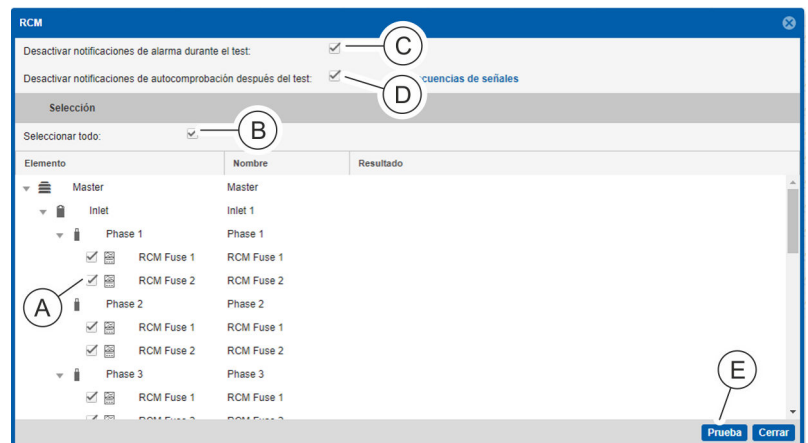

Fig. 107: Ventana "RCM"
3. ▶ Seleccione cada uno de los RCM que haya que comprobar (Fig. 107/A).
Como alternativa, seleccione todos los RCM disponibles con la casilla de verificación "Seleccionar todo" (Fig. 107/B).
4. ▶ En caso necesario, anule la selección de la casilla de verificación "Desactivar notificación de alarma durante la prueba" (Fig. 107/C) para activar la emisión de secuencias de señales durante la prueba.
5. ▶ En caso necesario, anule la selección de la casilla de verificación "Desactivar notificación de alarma después de la prueba" (Fig. 107/©) para activar la emisión de secuencia de señales durante la prueba.
6. ▶ En la ventana "RCM", haga clic en el botón "Prueba" (Fig. 107/©).